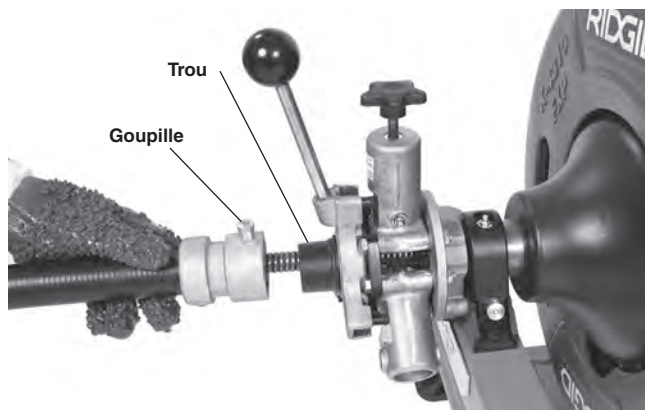

Figure 10 – Montage du guide-câble avant
3. Tirez sur la goupille pour engager l'adaptateur sur le collier du système AUTOFEED. Assurez-vous que la goupille s'engage à fond dans le trou du collier (Figure 10).